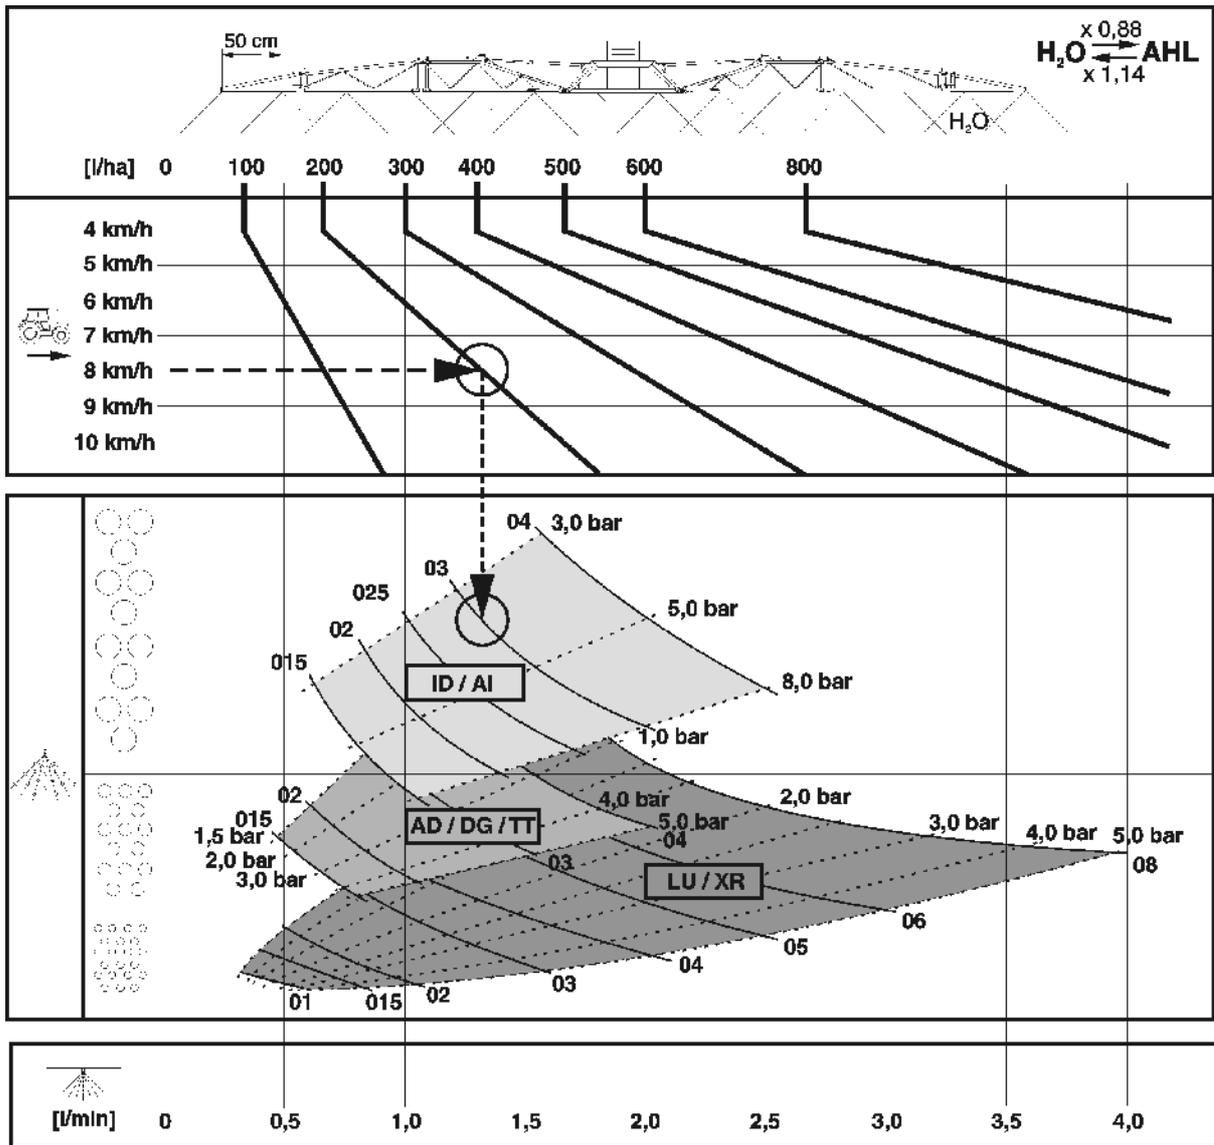

Fig. 155
- La Fig. 155 sert à sélectionner le type de buse approprié. Le type de buse est déterminé par